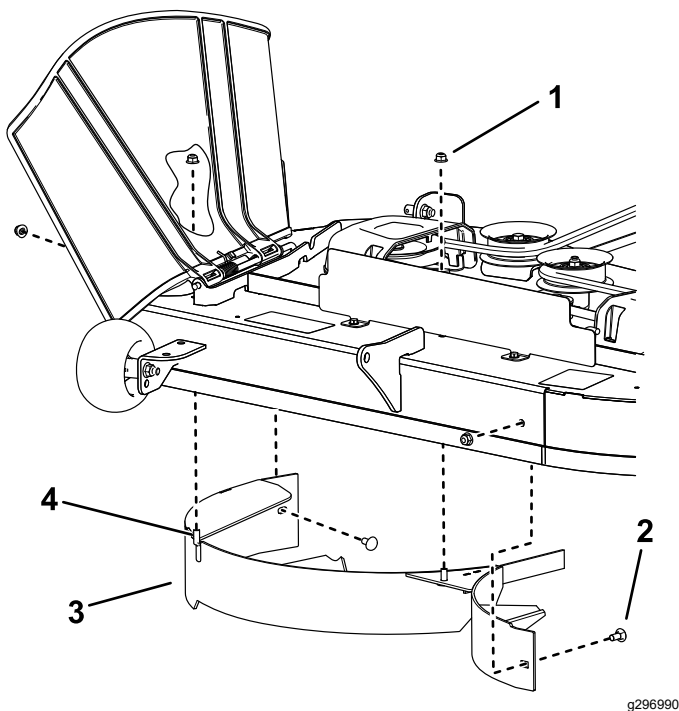

Bild 12
4. Entfernen Sie die beiden Sicherungsmuttern (5/16") von den geschweißten Pfosten des Ablenkblechs (Bild 12).
- Entfernen Sie die beiden Schlossschrauben und Sicherungsmuttern, die das Ablenkblech am Mähwerk befestigen, und entfernen Sie das Ablenkblech (Bild 12)
- Suchen Sie die zwei Schrauben in den losen Teilen und setzen Sie diese Befestigungen mit den vorhandenen Sicherungsmuttern in die Löcher für die geschweißten Pfosten ein (Bild 12), um das Herausschleudern von Rückständen zu vermeiden.